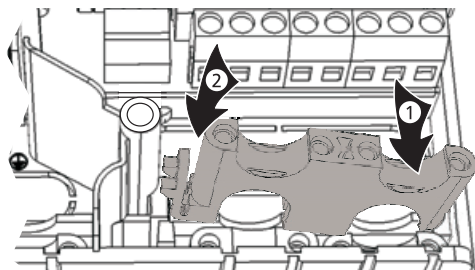

Fig. 4 : introduction du pont de plastique droit
1. Introduisez d'abord le taquet d'enclenchement du pont de plastique droit ① (Fig. 4).
2. Pressez l'autre côté du pont de plastique vers le bas ② jusqu'à l'enclenchement de la borne à ressort.